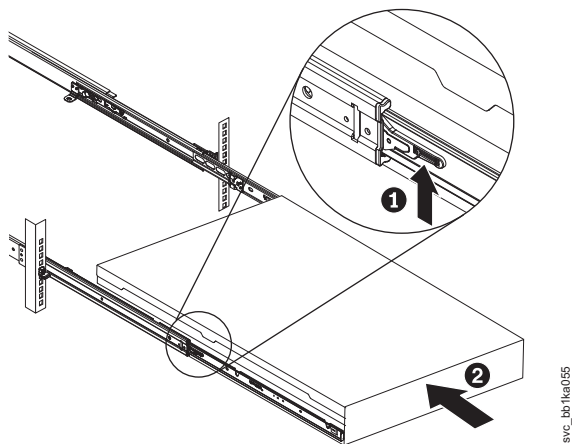

Figura 179. Levantando as Alavancas de Travamento dos Trilhos Deslizantes do Rack
11. Levante as alavancas de travamento (**1** em Figura 179 na página 221) nos trilhos deslizantes e empurre o servidor **2** completamente no rack até que ele encaixe.